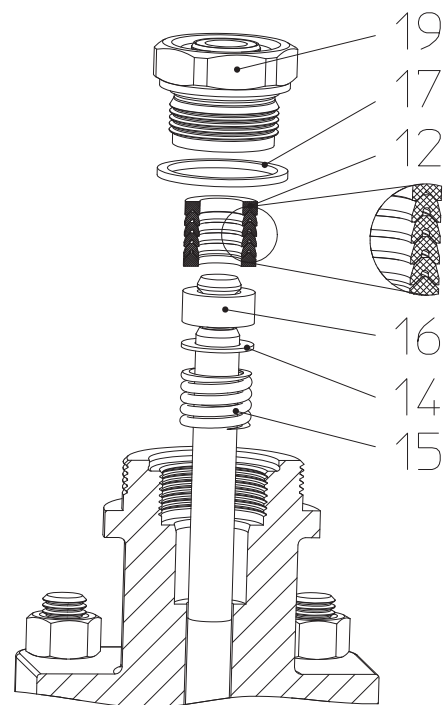

Bild 6:
- Bei Austausch der Dachmanschetten (Pos. 12) auf richtige Reihenfolge und Einbaulage der Einzelteile achten (siehe Bild 6).